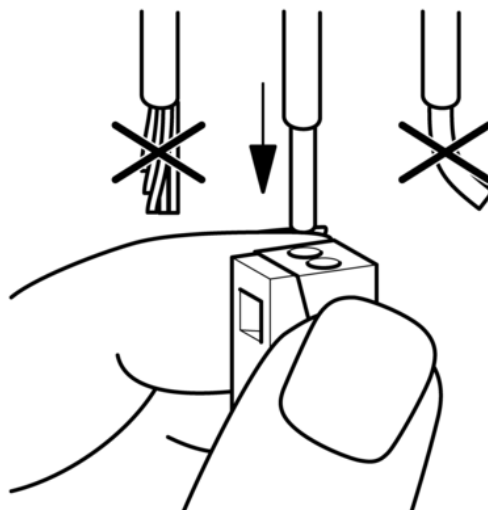

Рисунок 8: Подсоединение однопроводного кабеля
- Однопроводной кабель вставить до упора в круглое отверстие на стороне монтажа (рисунок 8).